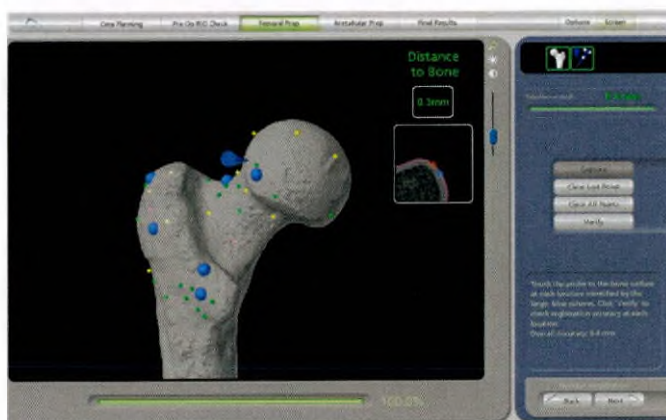

Рисунок 15. Схема проверки регистрации бедренной кости
3. **Проверка регистрации:** Проверьте регистрацию, поместив зонд на поверхность кости в критически важных зонах проксимального отдела бедренной кости, обозначенных в программном обеспечении большими сферами синего цвета (Рисунок 15). Если расстояние до кости составляет менее 1 мм, цвет сферы станет белым. Если расстояние до кости менее в пределах проверочной сферы составляет более 1 мм, цвет сферы станет красным. При наличии нескольких сфер красного цвета регистрацию следует повторить.